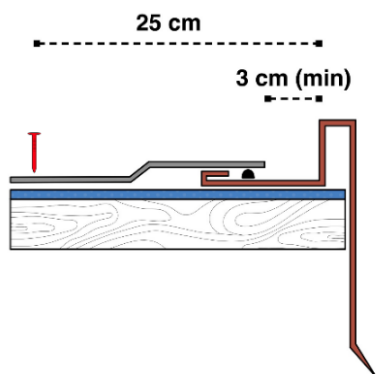

**Fig. 3** - Tracciatura della falda [cm]
- Tracciare delle linee orizzontali e parallele a **x**, ad una distanza fra loro di 14,3 cm, fino ad arrivare al colmo - vedi Fig. 3.